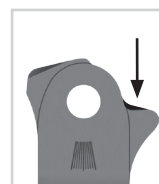

Fig. 23
- 1 Lije ligeramente el estribo de sistema en el área de la nariz (fig. 23).